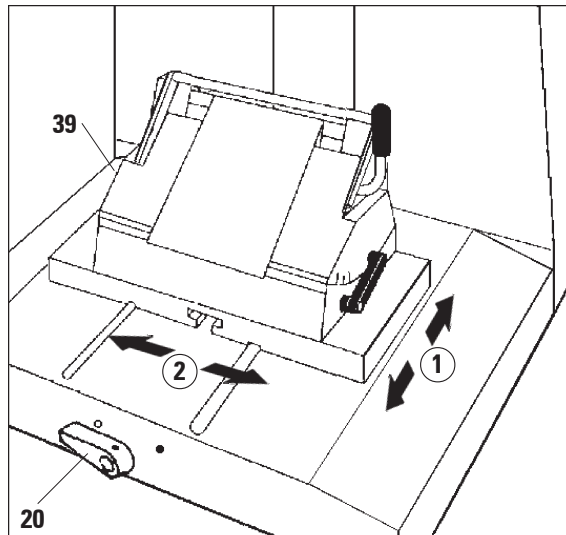

Fig. 26
- Pour débloquer le serrage, tournez le levier (20, Fig. 26) se trouvant sur la droite du socle du microtome dans le sens inverse des aiguilles d'une montre.
- Pour bloquer, tournez le levier de serrage (20) dans le sens des aiguilles d'une montre.